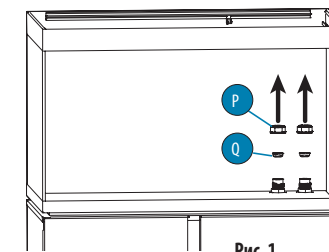

Рис. 1
1. Вручную открутите заглушку (P) и выньте заглушку (Q) из отверстия (O) (рис. 1). **ВАЖНО!** Сохраните заглушки (P) и (Q) для дальнейшего использования.
1. Вручную отвинтите заглушку (P) и выньте заглушку (Q) из отверстия (I) (рис. 1). **ВАЖНО!** Сохраните заглушки (P) и (Q) для дальнейшего использования.